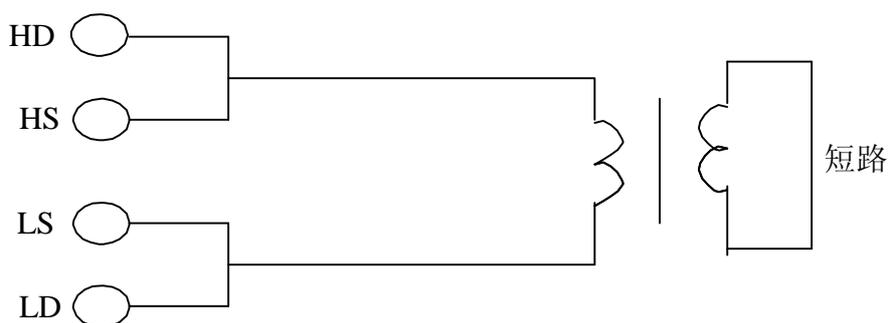

图3-7 漏电感的测量
**漏电感的测量。**将次级短路测量初级电感量，可测量得到漏感量。见图3-7。